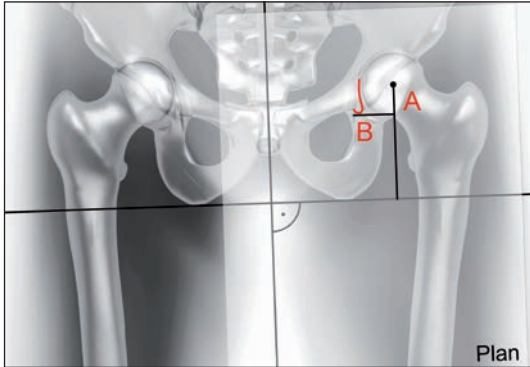

Fig. 1
- Dibuje una línea paralela B, que está limitada medialmente por la lágrima (Fig. 1)